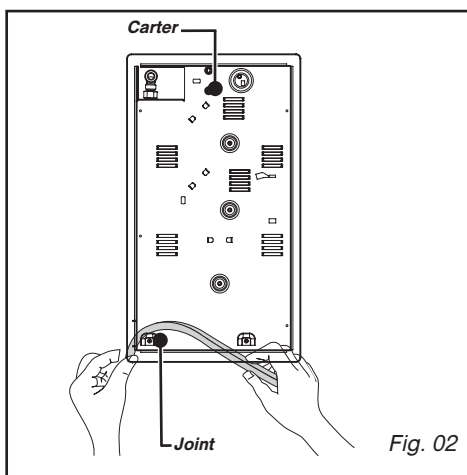

Fig. 02
– Pour assurer l'étanchéité entre le carter et le plan de travail, collez le joint mousse **sur le pourtour extérieur du carter** (Fig. 02).